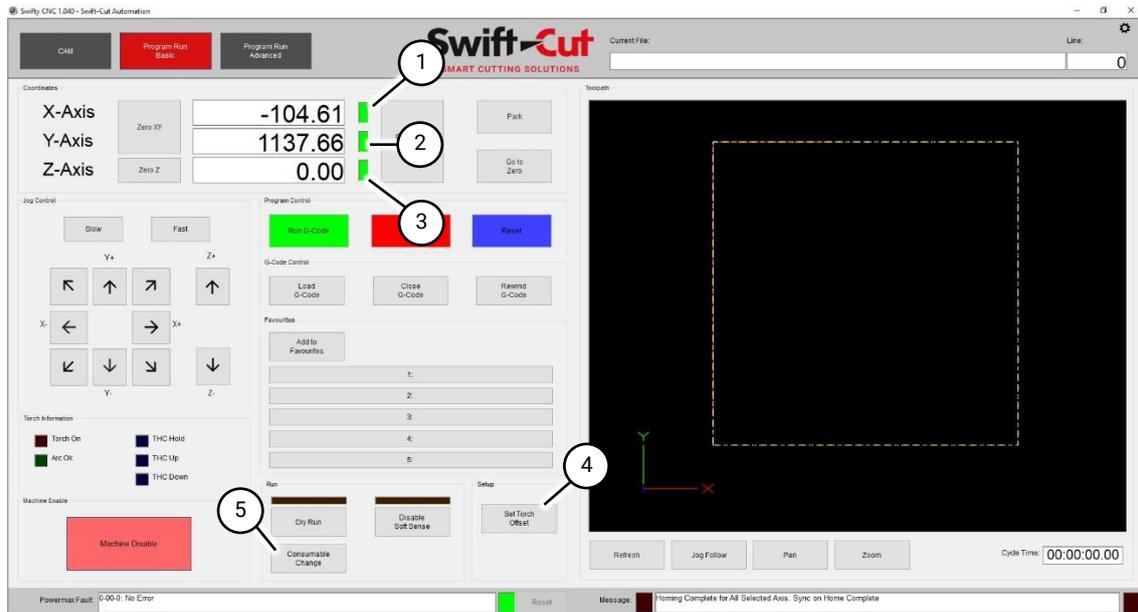

Abb. 65 X, Y und Z Achsen leuchten
1.1 Verwenden Sie die Jog-Steuerung auf dem Bildschirm oder die Richtungspfeile der Tastatur, um den Brenner über das Material zu bewegen, und wählen Sie die Schaltfläche „Set Torch Offset“ (Abb. 65 (4)). Hiermit wird der Vorlauf zwischen dem Soft Sense und dem Ende des Brenners eingestellt.